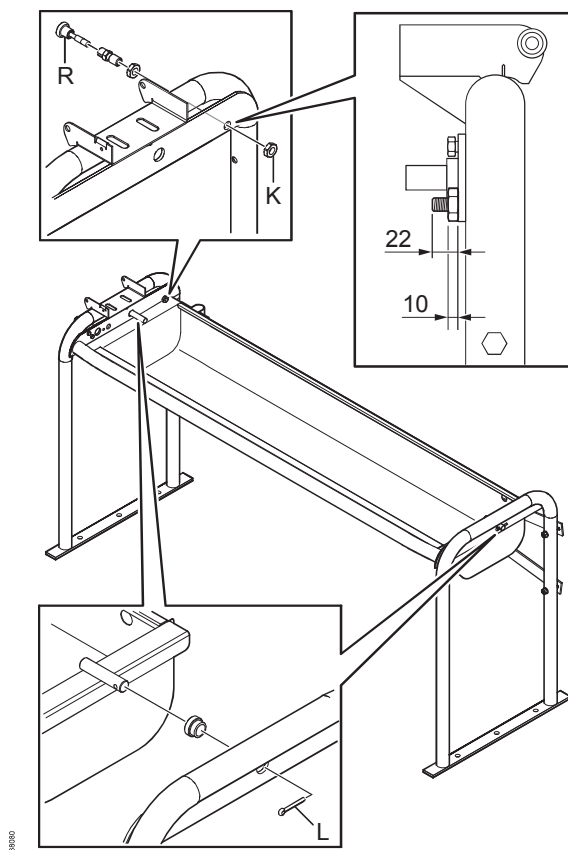

Fig. 7: Montering av bein.
1. Fest beina på karet slik Fig. 7 viser.